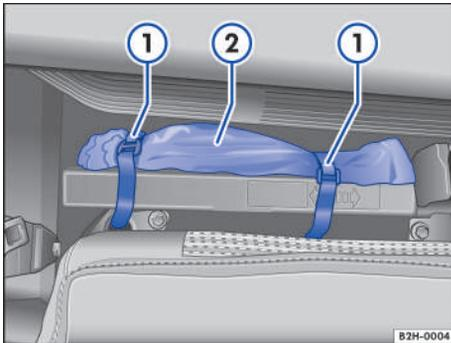

Fig. 138 Detrás del respaldo del asiento trasero: bolsa con herramientas de a bordo.
2. Suelte los cierres de velcro → fig. 138 ① y retire la bolsa ②.